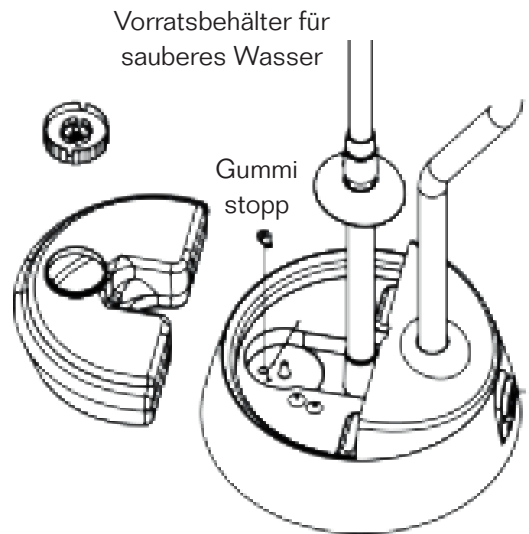

Abbildung 3
- Entfernen Sie dann den Gummistopfen, um das Wasser vom Boden des Luftbefeuchters zu entleeren (siehe Abbildung 3).